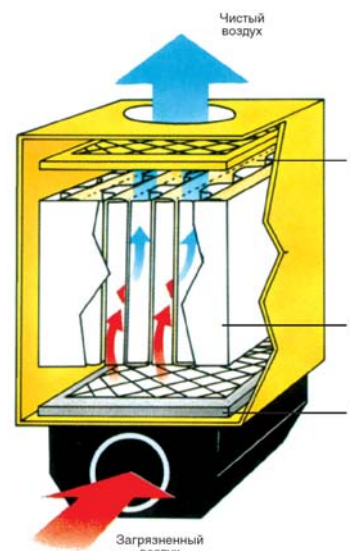

Рисунок 6.1
Примечание: для процессов пайки предусмотрена установка фильтра из активированного угля, который не входит в комплект поставки и заказывается отдельно (расположение фильтра показано на рис. 6.1, стр.5)
- 6.1.2 Затем, оставшиеся крупные и средние частицы задерживаются в фильтре предварительной очистки FF, класс фильтрации G3, (п.1., рис. 6.1.)
- 6.1.3 Мелкие частицы размером до 0,1 мкм задерживаются основным фильтром тонкой очистки МК, класс фильтрации F9, (п.2., рис. 6.1.)
- 6.1.4 Для очистки воздуха от токсичных газовых составляющих и запахов, выделяющихся при процессах пайки и аналогичных операциях, предусмотрена установка фильтра из активированного угля (п.3., рис. 6.1.) (опция, заказывается отдельно).